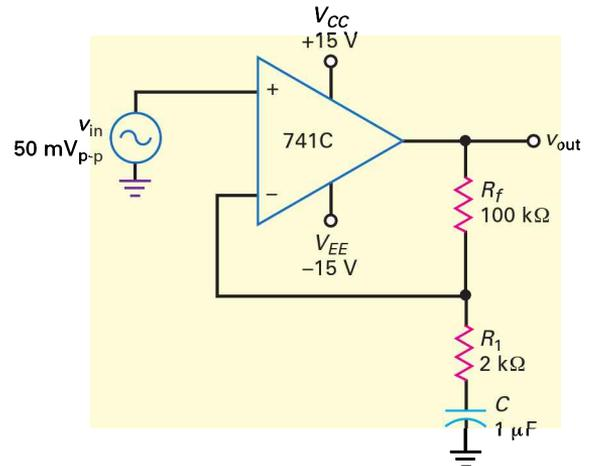

Figure 16.39
Quelle est la tension d'erreur totale à la sortie sur la figure 16.39 ?
- 16.29 Sur la figure 16.39, le signal d'entrée est à 1 kHz. Quelle est la tension de sortie ?
- 16.30 Si le condensateur est court-circuité sur la figure 16.39, quelle est la tension d'erreur totale à la sortie ? Utilisez les paramètres de l'exercice 16.28.